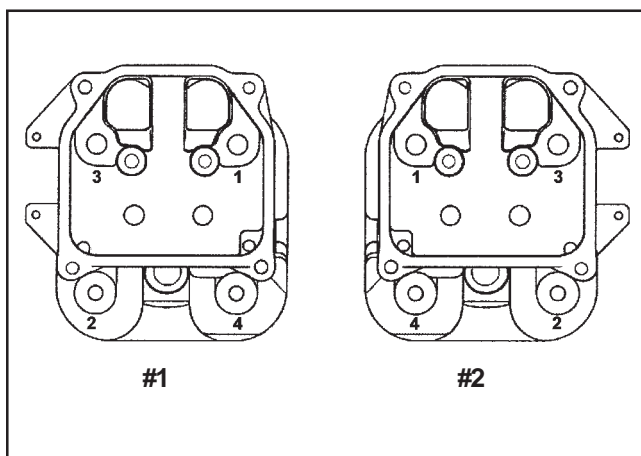

Figure 11-38. Séquence de serrage des fixations de la culasse.
4. Serrer les vis hexagonales à brides en deux fois, d'abord au couple de **22,6 N·m (200 in. lb.)**, puis de **41,8 N·m (370 in. lb.)** suivant la séquence de la Figure 11-38.
6. Lubrifier légèrement les filetages (supérieurs) exposés des goujons avec de l'huile moteur. Monter une rondelle plate et un écrou hexagonal sur chaque goujon de montage. Serrer les vis hexagonales en deux fois, d'abord au couple de **16,9 N·m (150 in. lb.)**, puis de **33,9 N·m (300 in. lb.)** suivant la séquence de la Figure 11-38.